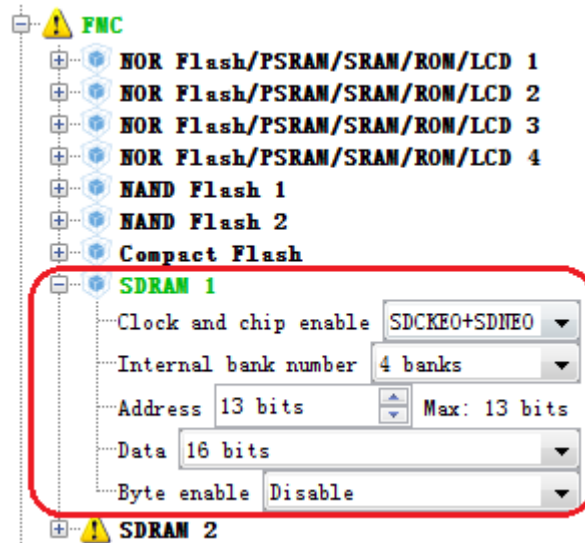

图 19.5.1 FMC 配置参数
- ① 进入 Pinout->FMC 配置栏，配置 FMC 基本参数。这里前面讲解过，STM32F7 FMC 接口的 SDRAM 控制器一共有 2 个独立的 SDRAM 存储区域，这里我们使用的是区域 1，所以我们只需要配置 SRAM1 即可。配置如下图 19.5.1 所示：